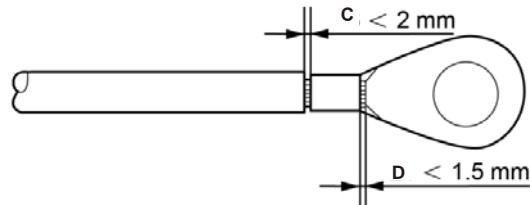

Figura 5.9 Pele el cable
4) Inserte el cable pelado en el área de crimpado del terminal OT y use la abrazadera hidráulica para crimpar el terminal al cable (consulte la figura 5.9).